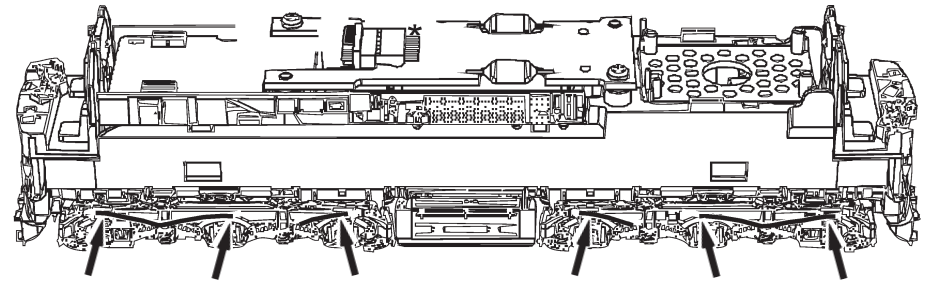

Fig. 9
**4. Motorwechsel:** Lokgehäuse abnehmen (Fig. 3). Danach wird der Motor ausgebaut und ausgetauscht (Fig. 9).
**4. Motor Changing:** First remove loco body (fig. 3), and then the motor (fig. 9).
**4. Remplacement du moteur:** Démontez la caisse (fig. 3). Démontez ensuite le moteur (fig. 9).